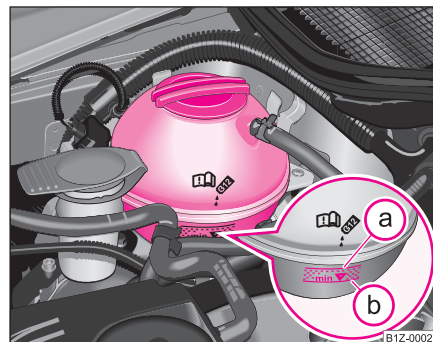

Fig. 189 Vano motor:
- Compruebe el nivel de líquido refrigerante en el depósito de expansión del mismo ⇒ **página 258, fig. 189**. Con el motor frío, el nivel de líquido refrigerante debe encontrarse entre las marcas **b** (MÍN.) y **a** (MÁX.). Con el motor caliente, el nivel puede sobrepasar también ligeramente la marca **a** (MÁX.).
- Coloque un trapo sobre el tapón del depósito de expansión de líquido refrigerante ⇒ **página 258, fig. 189** y desenrosque el tapón **con cuidado** girándolo hacia la izquierda ⇒ .